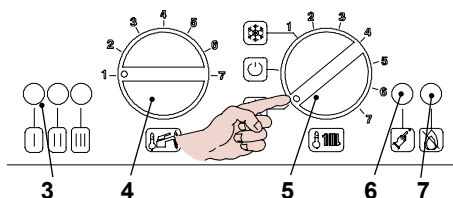

Figura 9.5
- Alimentare elettricamente la caldaia azionando l'interruttore bipolare previsto nella installazione; la lampada di segnalazione 3 in Figura 9.5 lampeggia ogni 4 secondi.
- Posizionare il selettore 5 come indicato in Figura 9.5 ; la lampada di segnalazione 3 lampeggia ad intermittenza circa ogni 2 secondi.
- Tenere premuto il pulsante di ripristino 6 in Figura 9.5 per circa 10 secondi, la lampada di blocco 7 inizierà a lampeggiare.